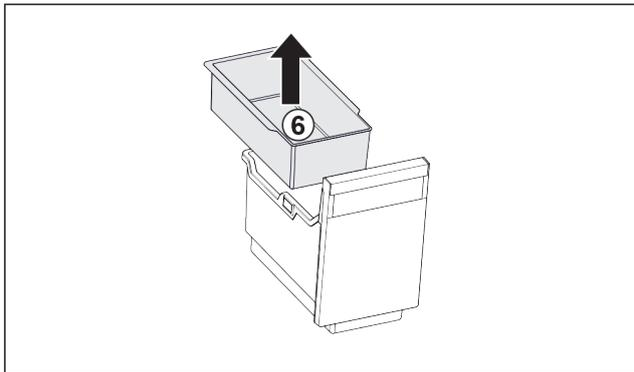

Fig. 95
- ▶ Rimuovere la vaschetta da agganciare Fig. 95 (6).